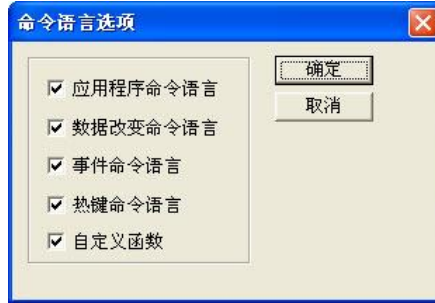

图 4.10 命令语言选项
- 单击“命令语言”—“详细资料…”按钮，弹出“命令语言选项”对话框。如图 4.10 所示。